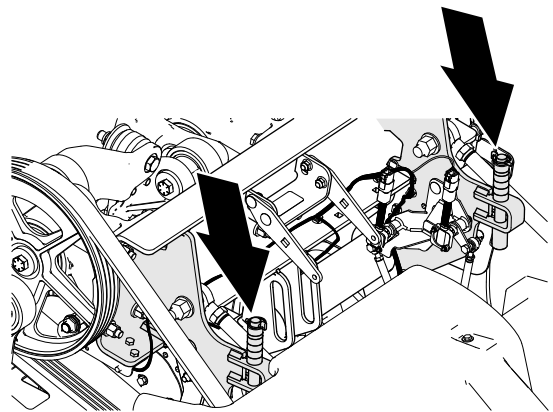
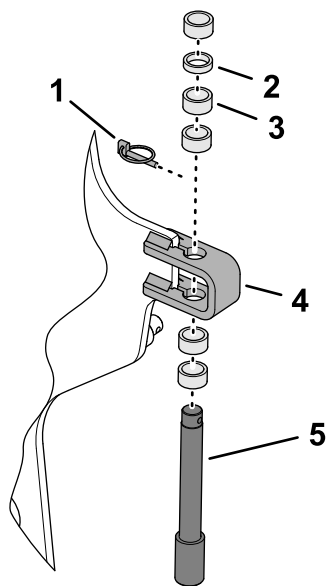

図 111
図 112
3. 深さストップピンとスペーサをストップブラケットに固定しているリンチピンを取り外す  図 111 と  図 112。